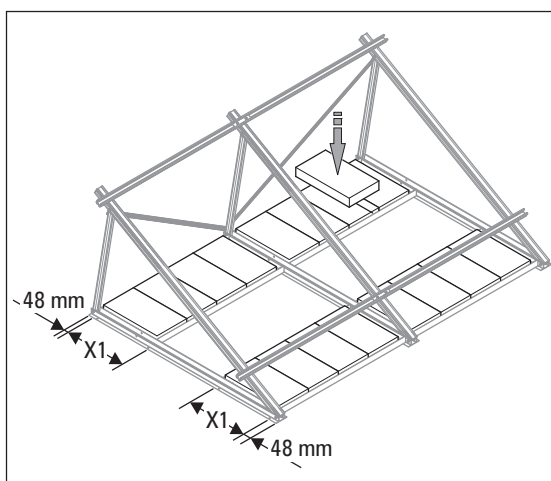
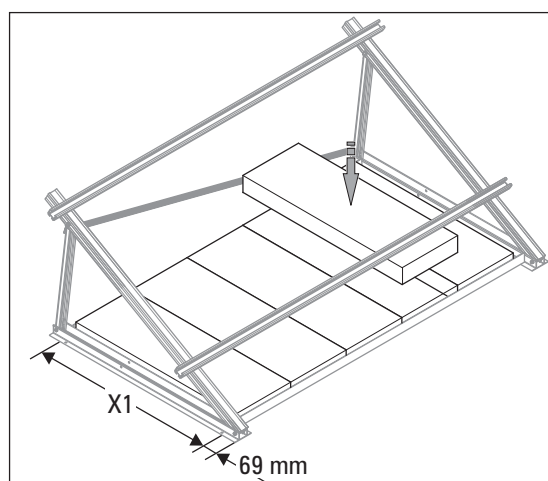

Bild 3-13 Einlegen der Betonplatten (EKSV26A)
Bild 3-14 Einlegen der Betonplatten (EKSH26A)
16. Zur Sicherung des Kollektorfelds gegen Windsog die bereitgestellten Beschwerungsgewichte (für EKSV26P-Gestell: 500 mm Länge, für EKSH26P-Gestell: 1000 mm Länge) in das Flachdachgestell legen (Bild 3-13 bzw. Bild 3-14).
3. Zur Sicherung des Kollektorfelds gegen Windsog die bereitgestellten Beschwerungsgewichte (für EKS26P-Gestell: 500 mm Länge, für EKSH26P-Gestell: 1000 mm Länge) in das Flachdachgestell legen (Bild 3-13 bzw. Bild 3-14). Beachten Sie die erforderlichen Gewichte in Tab. 5-2 und Tab. 5-3 in Kapitel 5.